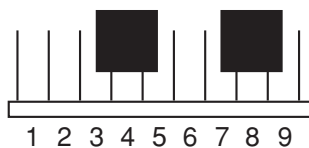
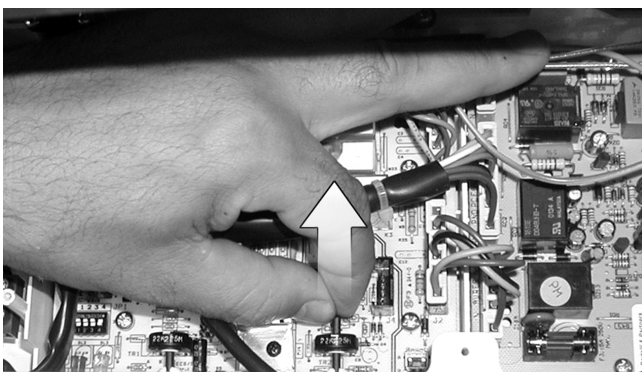

fig.10 Caldaia settata per funzionamento Riscaldamento/Sanitario
fig.11
Sul circuito di regolazione sono inseriti due ponticelli come si vede in (fig.10) o (fig.11).
- 3) Rimuovere le aste di collegamento tra le manopole e potenziometri di regolazione riscaldamento e sanitario estraendole delicatamente come indicato dalla freccia di (fig.11).